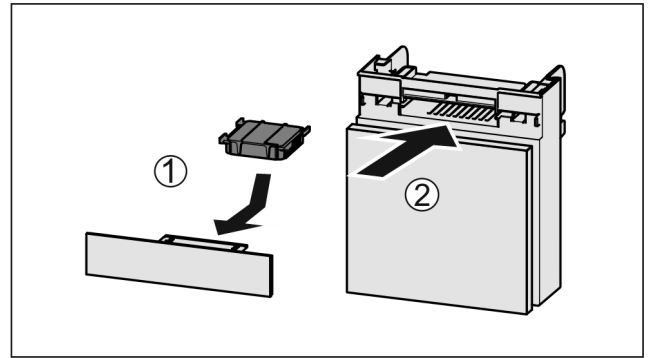

Fig. 169
- ▶ Вставити фільтр з активованого вугілля за малюнком Fig. 169 (1).
- ▶ Вставити відділення Fig. 169 (2).